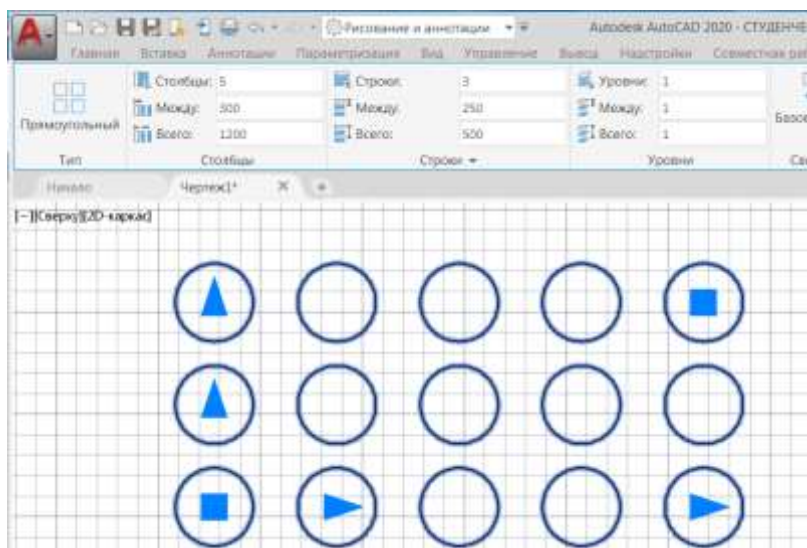

Рис. 71. Создание прямоугольного массива
Предположим, необходимо построить прямоугольный массив 5x3, состоящий из окружностей. Для этого вычерчивают исходный элемент, например, окружность. Выбирают команду *Прямоугольный массив*. Выделяют заданную окружность и задают количество столбцов (5), количество строк (3), а так же необходимое расстояние между столбцами – 30, расстояние между строками – 250. Так же можно задать базовую точку элемента, и, при необходимости, редактировать элемент, изменить вид массива и т.д. (рис. 71).